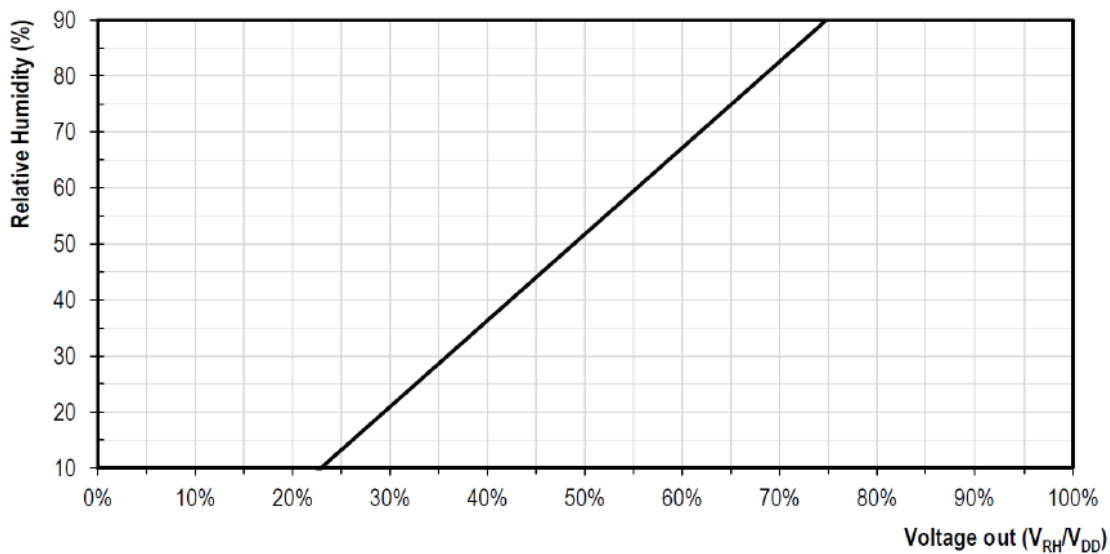
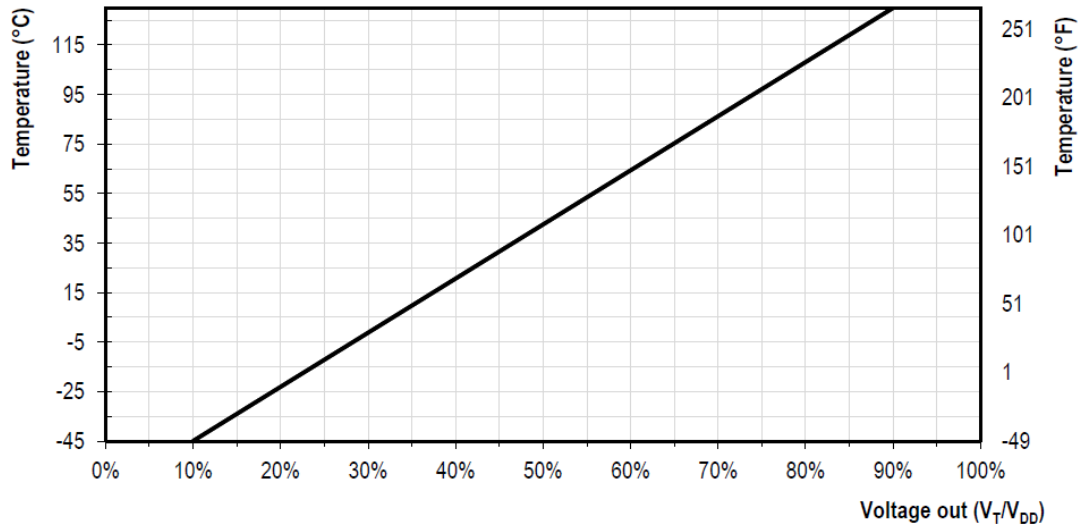

图 5 相对湿度与输出模拟电压之间的曲线
图 6 相对温度与输出模拟电压之间的曲线
方程式 (1)、(2)、(3) 给出温度和湿度的物理值和输出电压之间的关系，图 5、图 6 为曲线图。